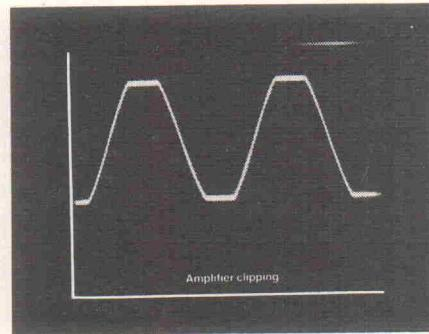

Bild 4
- Bild 4. Übersteuertes Sinus-Signal